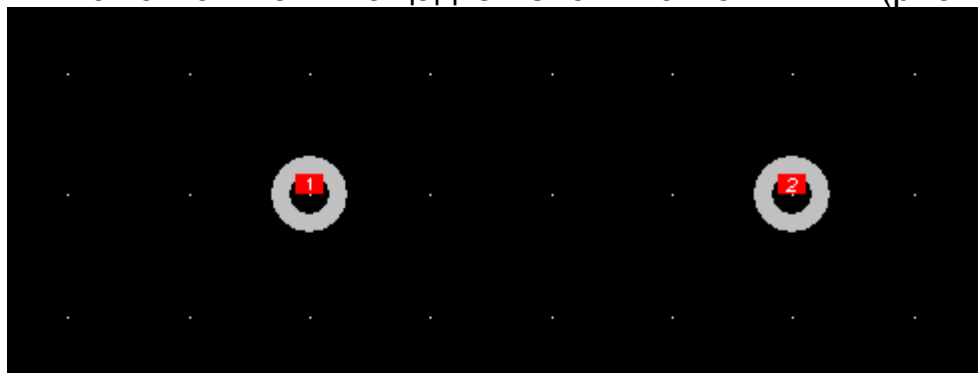

Рис. 3 Контактные площадки для резистора (**Grid=0.25mm**)
- 2.5 Разместите две контактные площадки (команда **Place Part**) на рабочем поле на расстоянии 10мм друг от друга. У этих контактных площадок должны быть номера 1 и 2. Для проверки свойств контактной площадки щелкните два раза по контактной площадке левой кнопкой мыши (рис. 3).